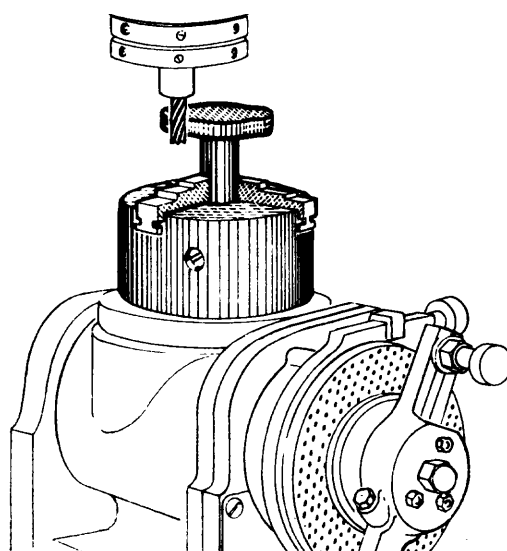

Fig. 5
- 2) Para superficies exteriores e interiores el largo de la espiga cortante debe ser ligeramente mayor que el espesor de la parte por fresar (fig. 5).